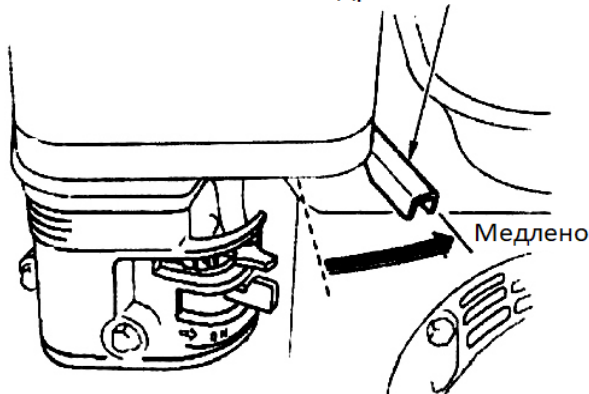

Рисунок 18
- Переведите дросельный рычаг в положение «выключено» (рисунок 18)